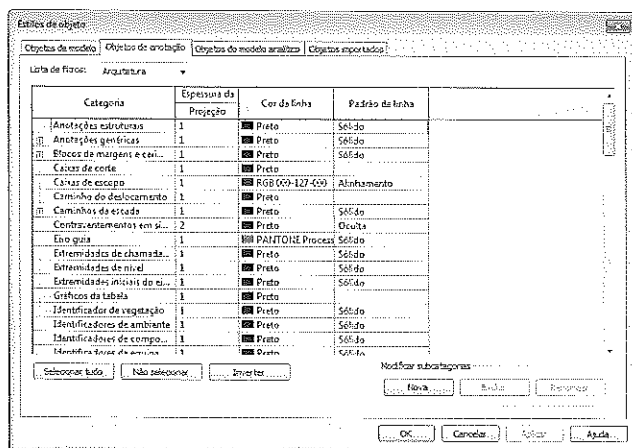

Figura 4.7 – Estilos de objeto - Objetos de anotação.
- **Objetos de anotação:** nessa aba estão os objetos usados para as anotações no projeto, como tags, linha de corte, margens etc. São objetos que só aparecem em 2D e para eles não definimos material nem tipo de linha em corte, somente espessura, cor e tipo. Observe a Figura 4.7.